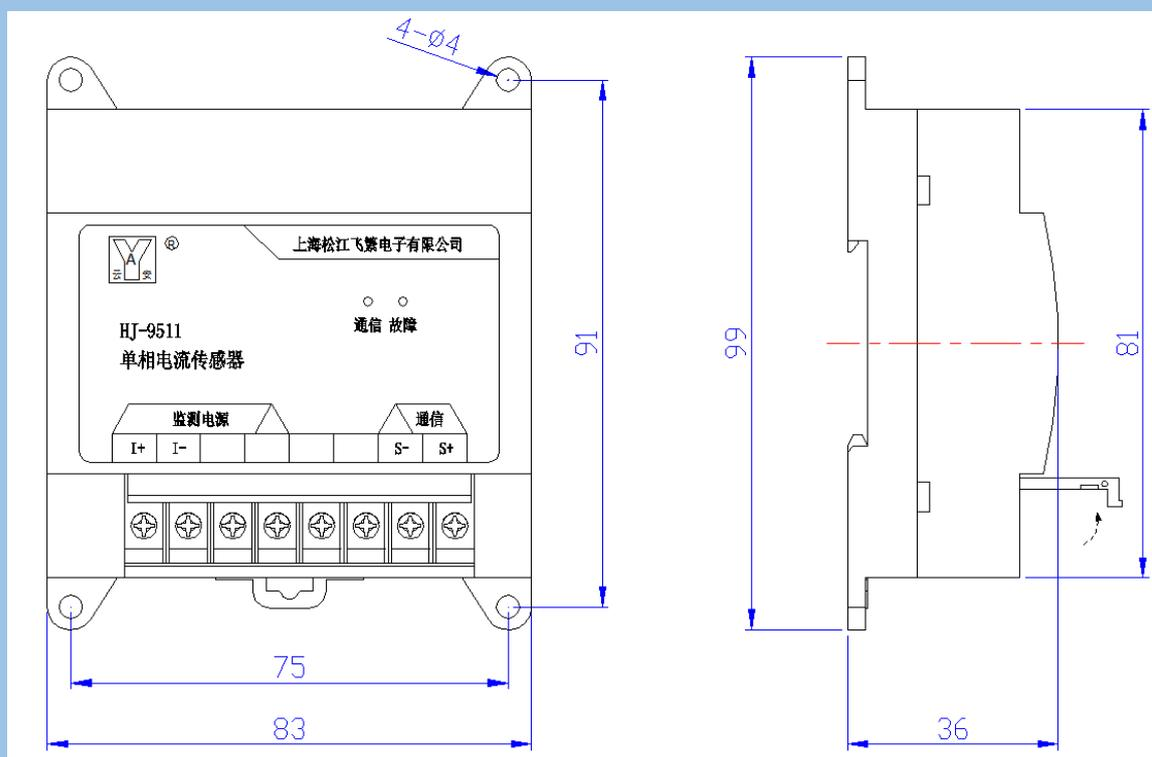

图 1：单相电流传感器-外观尺寸
- (1) 工作电压：DC24V（由控制器的总线提供）。
- (2) 工作电流：静态电流 $\leq 2\text{mA}$ ；报警电流 $\leq 3\text{mA}$ 。
- (3) 通讯方式：二总线。
- (4) 编址方法：采用电子编码方式。
- (5) 监控电流范围：AC 0.50A~5.00A；更大范围需外加电流互感器。
- (6) 监控报警：监控每相电流，当电流超过设定报警值时报过流故障。
- (7) 开关量输入：无。
- (8) 开关量输出：无。
- (9) 使用环境：工作温度 $0^{\circ}\text{C}\sim+40^{\circ}\text{C}$ ；存储温度： $-20^{\circ}\text{C}\sim+70^{\circ}\text{C}$ 相对湿度 $\leq 95\%$ 不结露。
- (10) 外形尺寸：83mm \times 99 mm \times 36mm（如图 1）。